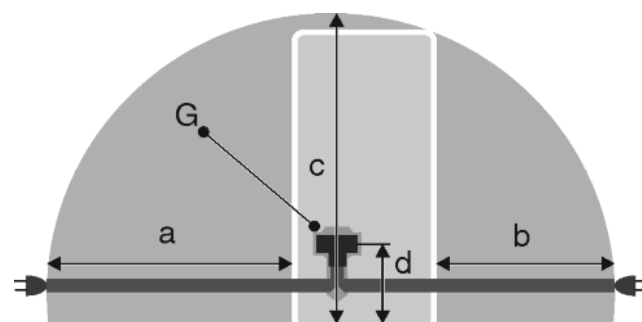

Fig. 52
- La presa non deve trovarsi nella zona posteriore dell'apparecchio, ma entro la zona indicata Fig. 52 (a, b, c).
- ▶ Inserire la spina Fig. 52 (G) sul retro dell'apparecchio. Assicurarsi che si innestino correttamente.